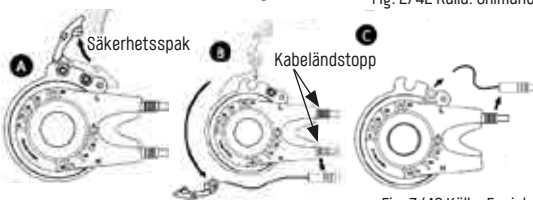

Fig. 3/42 Källa: Enviolo
Enviolo-växelnav ska växlas till ett läge där säkerhetsspaken och kabels ändstopp är lättillgängliga („Fig. 3/ Källa: Enviolo“ på sida 42). Efter att säkerhetsspaken (A) har öppnats kan båda kabeländstoppen (B) och (C) avlägsnas.